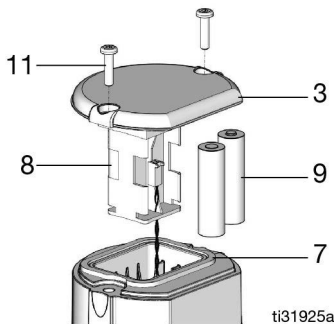

ABB. 10
1. Die beiden Schrauben (11) und die Abdeckung (3) entfernen (ABB. 10).
2. Batteriehälter (8) vorsichtig soweit aus dem TFW herausziehen, dass die Batterien eingesetzt werden können (ABB. 10).